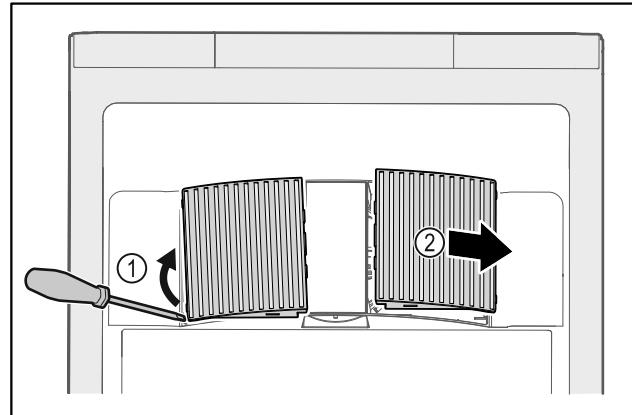

Fig. 173
- Ventilatorabdeckungen vorsichtig von der Seite herausheben Fig. 173 (1) und nach vorne abnehmen Fig. 173 (2).